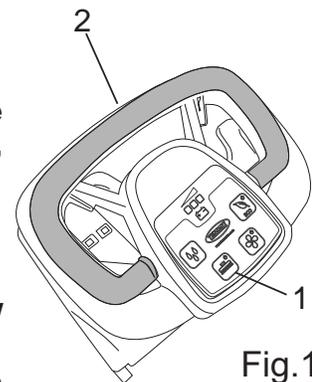

Fig.11
- Pulse el botón del cepillo (Fig. 11-Ref. 1).
- Accione la palanca de mando del cepillo (Fig. 11-Ref. 2) brevemente; de esta manera, el cepillo se engrana automáticamente en el cubo de la brida. Si con esta maniobra no lograra enganchar el cepillo, presione nuevamente sobre la empuñadura y repita el centrado y los impulsos con la palanca de mando del cepillo.
- Pulse el botón del cepillo (Fig. 11-Ref. 1) durante tres segundos, la máquina desenganchará el cepillo automáticamente.